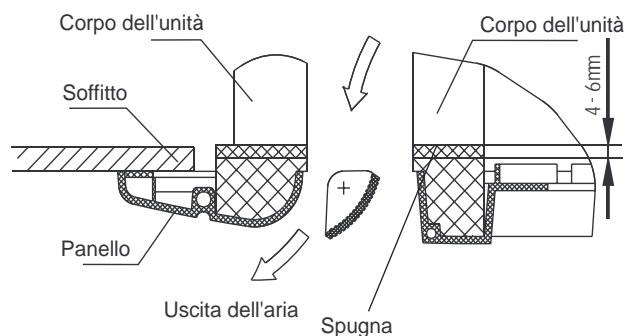

Fig.27
4. Regolare i 4 dadi in modo da mantenere il pannello in posizione orizzontale, poi avvitare i dadi fino a quando lo spessore della spugna presente tra il corpo principale e il pannello non sia di circa 4~6 mm. (Fig. 27)
6. Avvitare i dadi sotto i ganci del pannello fino a quando lo spessore della spugna presente tra il corpo principale e il pannello stesso non sia di circa 4~6 mm. (Fig. 27)